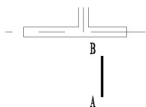

图 3.59 绘制门扇
(2) 绘制门扇:用【多段线】命令绘制线宽为 50mm、长度为 1000mm 的多段线,结果如图 3.59 所示。
(3) 绘制门的轨迹线:选择菜单栏中的【绘图】|【圆弧】|【圆心、起点、角度】命令。
① 在指定圆弧的起点或【圆心(C)】:_c 指定圆弧的圆心:提示下,捕捉如图 3.59 所示的 A 点作为圆弧的圆心。
② 在指定圆弧的起点:提示下,捕捉如图 3.59 所示的 B 点作为圆弧的起点。